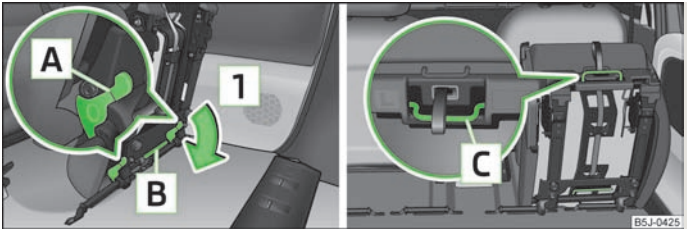

Abb. 39 Vorgeklappten Sitz entriegeln / Tragegriffe an der Sitzfläche
- › Den vorgeklappten Sitz durch Drücken der Sitzverriegelungen [A] » Abb. 39 in Pfeilrichtung [1] entriegeln.
- › Den äußeren Sitz vorklappen » Seite 53, *Sitzlehne vorklappen und Sitz komplett vorklappen* und entriegeln » Abb. 39.